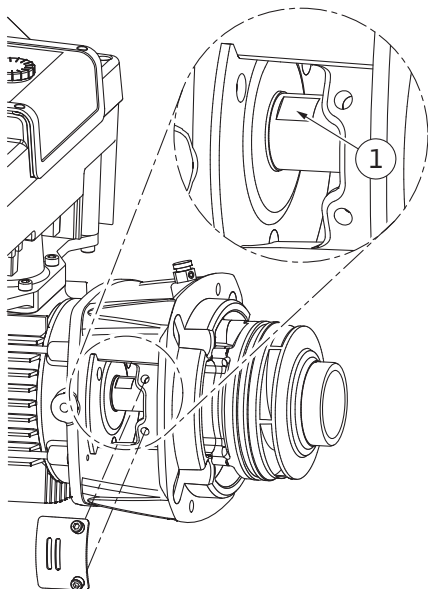

Fig. 106: Površine ključa na vratilu
14. Viljuškasti ključ (širina 22 mm) uvesti u prozor lanterne i površinama ključa čvrsto držati vratilo (Fig. 106, poz. 1). Odvrnuti navrtku radnog kola (Fig. I, poz. 22). Radno kolo (Fig. I, poz. 21) se automatski izvlači sa vratila.
3. Viljuškasti ključ (širina 22 mm) uvesti u prozor lanterne i površinama ključa čvrsto držati vratilo (Fig. 106, poz. 1).
10. Viljuškasti ključ (širina 32 mm) ubaciti u prozor lanterne (Fig. IV, poz. 38) i površinom ključa čvrsto držati vratilo (Fig. 106, poz. 1). Radno kolo montirati sa podloškama (podloškama) i navrtkom. Pritegnuti navrtku. Sprečiti oštećenja mehaničkog zaptivača usled iskošenja.